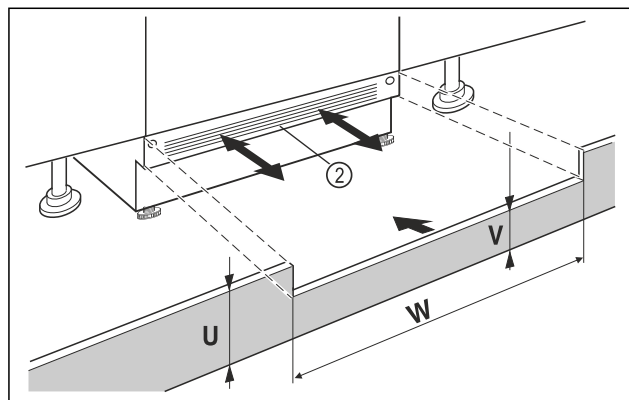

Fig. 65 Représentation à titre d'exemple
- Mettre le panneau de socle de l'appareil Fig. 65 (2) en place sans le fixer.
- Si le panneau de socle est visible Fig. 65 (2), le tirer vers l'avant de sorte à aligner l'avant de la grille d'aération et du panneau de socle du meuble.
- Si le panneau de socle est dissimulé Fig. 65 (2), le pousser entièrement vers l'arrière.
- Veiller à ce que les fentes d'aération soient complètement dégagées : si nécessaire, couper le panneau de socle du meuble Fig. 65 (U) en hauteur !
- ▷ Ajuster la hauteur de la traverse Fig. 65 (V) sous le panneau de socle de l'appareil Fig. 65 (2) sur la largeur de la niche Fig. 65 (W).